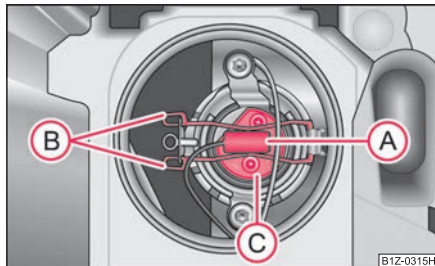

Fig. 244 Desmontaje de la bombilla para luz de carretera
- Retire el enchufe (A) ⇒ fig. 244.
- Presione el estribo de alambre (B) en el sentido del faro y, a continuación, desengánchelo a un lado.
- Saque la bombilla (C) y coloque una nueva de tal modo, que las lengüetas de fijación del zócalo de la bombilla encajen en los rebajes del reflector.